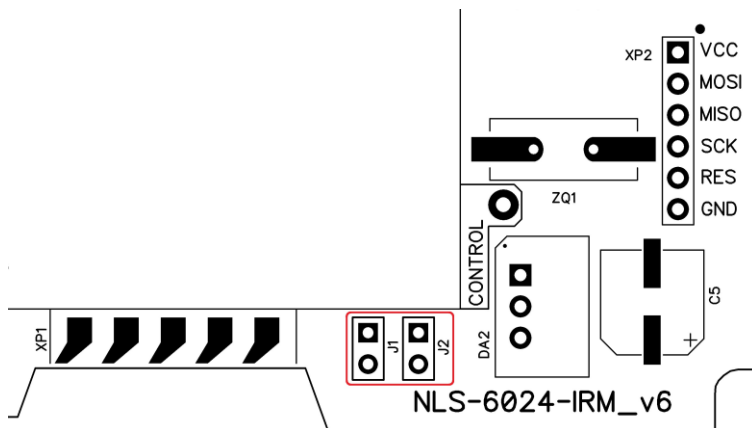

Рис. 4.3. Расположение на плате 2-х контактных разъемов J1 и J2
- найти на плате два 2-х контактных разъема J1 и J2 (рис. 4.3) и снять с них перемычки (джамперы).